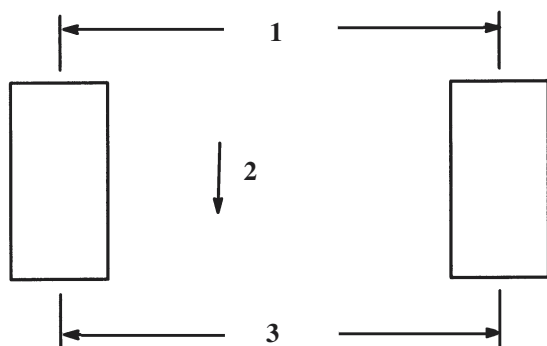

Figure 27
- Mesurez la distance entre les roues avant à hauteur d'essieu (à l'avant et à l'arrière des roues) (Fig. 27). La valeur doit être la même à l'avant et à l'arrière ± 6 mm.